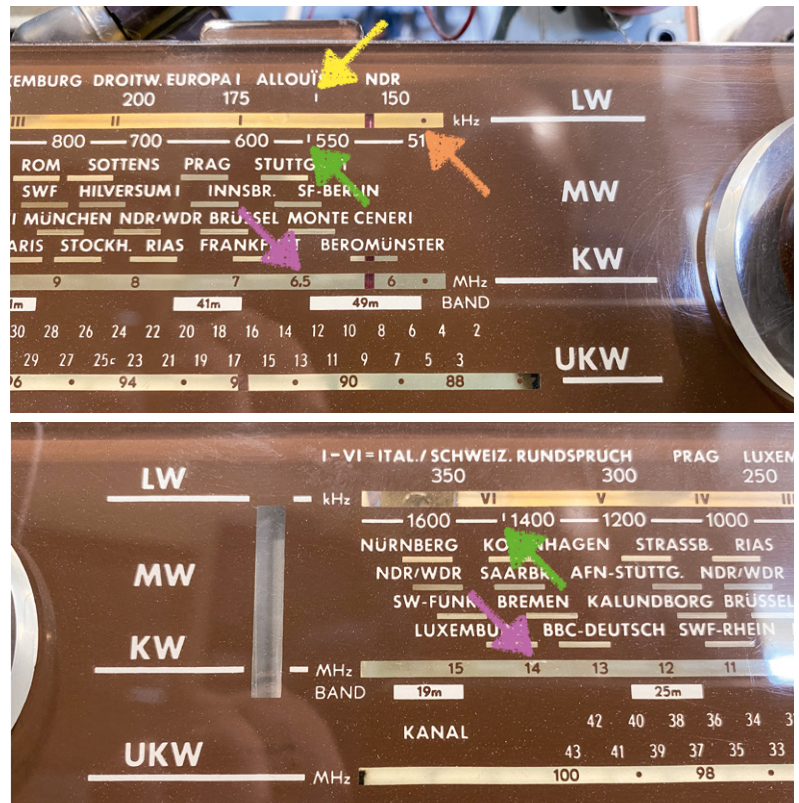

Bild 4: Die Markierungen auf der Senderskala für die Abstimmung des lokalen Oszillators
Wir haben erwähnt, dass der einzige „bewegliche“ Teil des Abstimmungsprozesses der Drehkondensator für die Senderwahl ist, das ist aber nicht ganz richtig. Der eigentliche Zeiger, der den Sender auf der Skala anzeigt, kann auch entlang der Wählscheibe bewegt werden. Wir müssen sicherstellen, dass auch der Zeiger an der richtigen Position steht, bevor wir die Abstimmung vornehmen. Die Anweisungen von Bild 4 besagen, dass der Zeiger genau auf der 510-kHz-Marke stehen muss, wenn der Drehkondensator voll geschlossen ist. Damit wird sichergestellt, dass wir nicht mit einem Ausrichtungsproblem beginnen, das nicht mit dem Schwingkreis zu tun hat. Wenn der Senderzeiger sich nicht an dieser Position befindet, kann man ihn vorsichtig entlang des Seilzugs an die richtige Stelle schieben. Manchmal wird ein wenig Lack verwendet, um sicherzustellen, dass sich die Sendermarke nicht auf der Schnur bewegt, daher kann es notwendig sein, den Lack zu lösen, um den Zeiger zu bewegen.
Das gleiche Verfahren gilt für die beiden anderen amplitudenmodulierten Bänder, nämlich Langwelle (LW) und Kurzwelle (KW). Der einzige Unterschied sind die tatsächlichen Frequenzpunkte, die für den Abgleich verwendet werden. Bild 4 zeigt uns diese Markierungen auf der Senderskala: